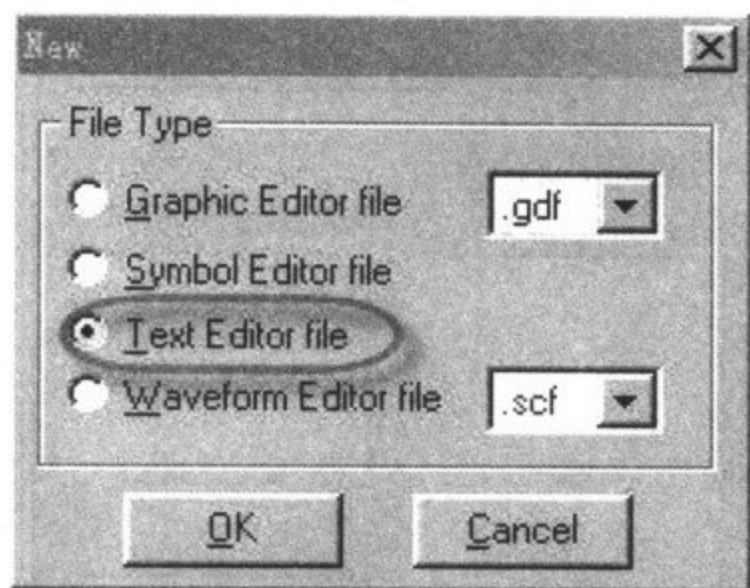

图 3-14 新建文本文件
⑥ 单击菜单 FILE→PROJECT→SET PROJECT TO CURRENT FILE,把文件设为当前工程至此,原理图输入完成。
① 单击单击 File→new,新建文件时选择 Text Editor File 选项,如图 3-14 所示。点击 OK,出现文本编辑窗口。